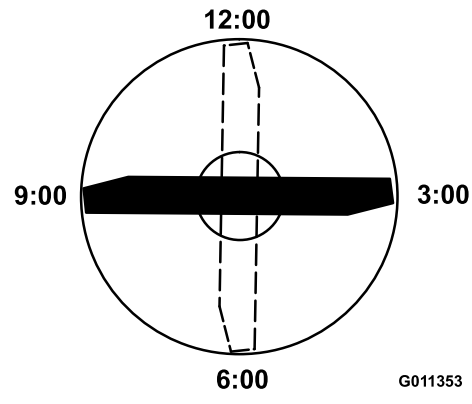

Figura 94
4. Coloque el filo de corte del extremo marcado de la cuchilla en la posición de las 12 (hacia adelante, en el sentido de la siega) (Figura 94) y mida la altura desde la mesa hasta el filo de corte de la cuchilla.
5. Gire el extremo marcado de la cuchilla a las posiciones de las 3 y de las 9 (Figura 94) y mida las alturas.